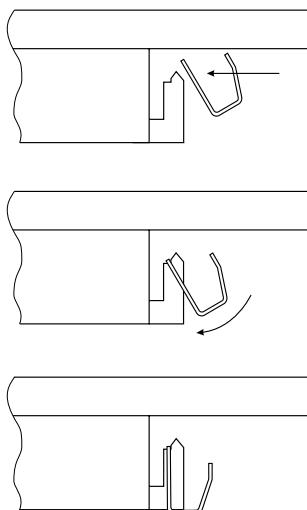

Рис. 6
4. Вставить монтажные скобы - 4 штуки (рис. 6).